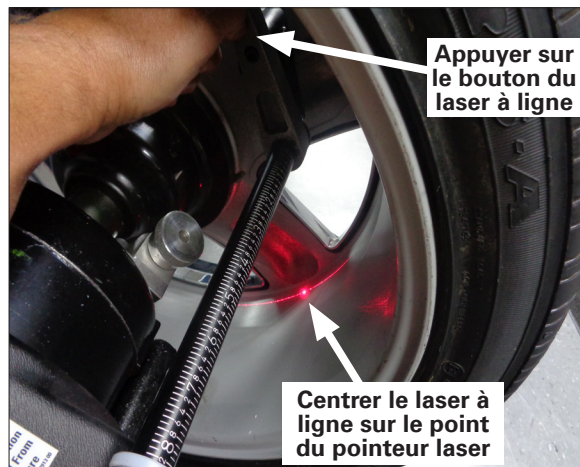

Figure 16b – Positionnement du faisceau du laser à ligne à l'emplacement du poids Adhésif T2 caché (A2)
3. Déplacer le bras vers la zone intérieure de la roue et aligner le faisceau du laser à ligne sur le point du marqueur laser (figure 16b). Immobiliser le bras contre la jante, sur le même plan que l'emplacement de l'Adhésif T2 (Tape-A-Weight caché) (figures 12 et 13) et attendre le signal sonore. Se reporter à la figure 16b.